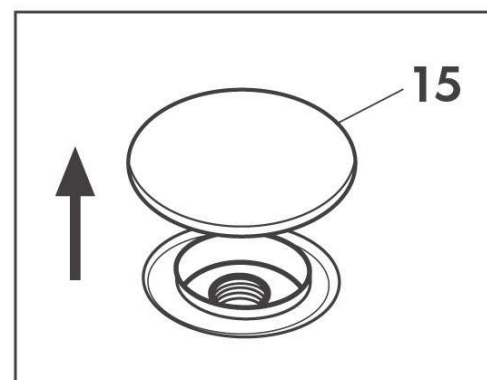

Fig. 4
Hell vann, helst demineralisert vann eller ikke-skummende vaskemiddel, i riktig tank etter å ha åpnet dekselet (15) (Fig. 4)